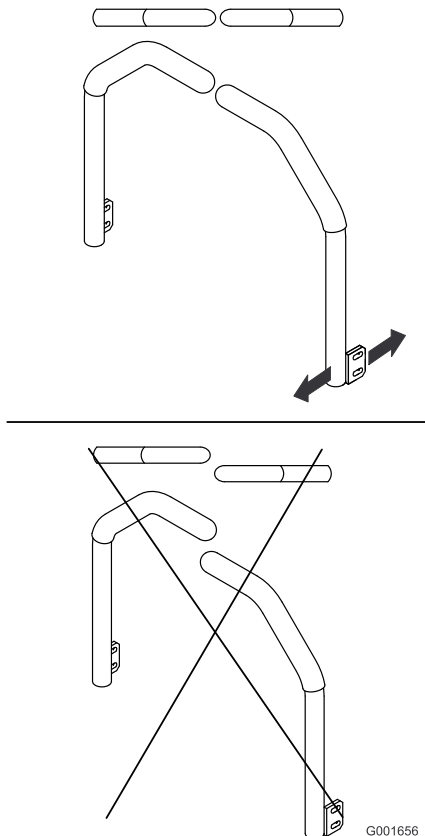

Figura 78
5. Ajuste las palancas de control de forma que queden alineadas entre sí (Figura 78) y apriete los pernos para fijar las palancas a los soportes.